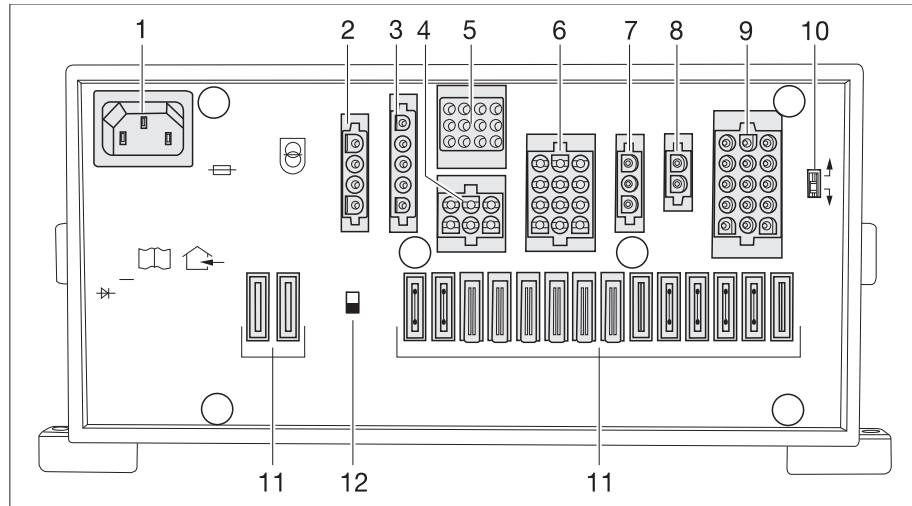

Fig. 245 Bloque eléctrico (EBL 119)
- ▷ El separador de batería (Fig. 245,12) desconecta todos los consumidores que están conectados al bloque eléctrico, de la fuente de alimentación 12 V.
- ▶ Si el selector de batería (Fig. 245,10) está mal ajustado se puede formar gas detonante. ¡Peligro de explosión!
En el selector de batería (Fig. 245,10), el módulo de carga en el bloque eléctrico se puede ajustar al tipo de batería del habitáculo montada en el vehículo ("plomo-gel", "plomo-ácido" o AGM).